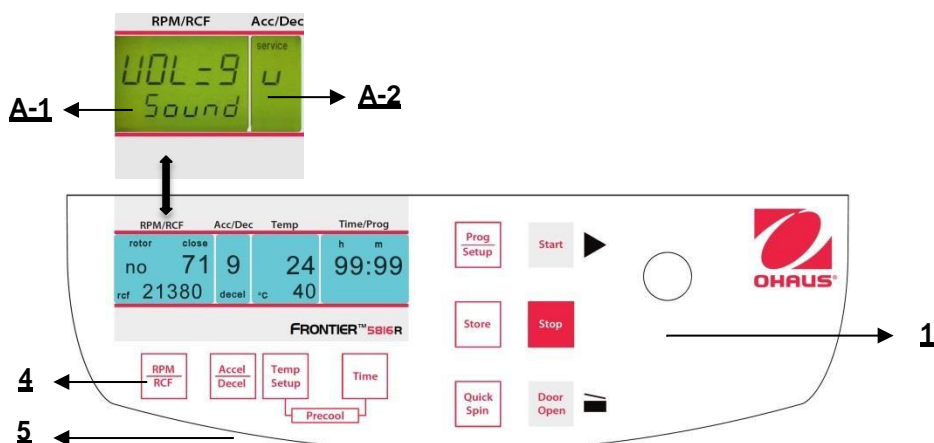

Figura 36
Procedere come descritto al punto 4.1. per inserire questa modalità programma e poi premere il tasto "**Accel/Decel**" (5). **Sul display "Acc/Dec" (A-2) lampeggia la parola "Service"**. Selezionare adesso la lettera "**U**" con la manopola di regolazione (1). Di conseguenza, sul display "**RPM | RCF**" (A-1), appaiono le parole "**Vol=0-9/Sound**". Dopo aver premuto il tasto "**RPM | RCF**" (4), è possibile regolare il volume desiderato fra 0 (basso) e 9 (alto) con la manopola di regolazione (1) (Vedere figura 36).